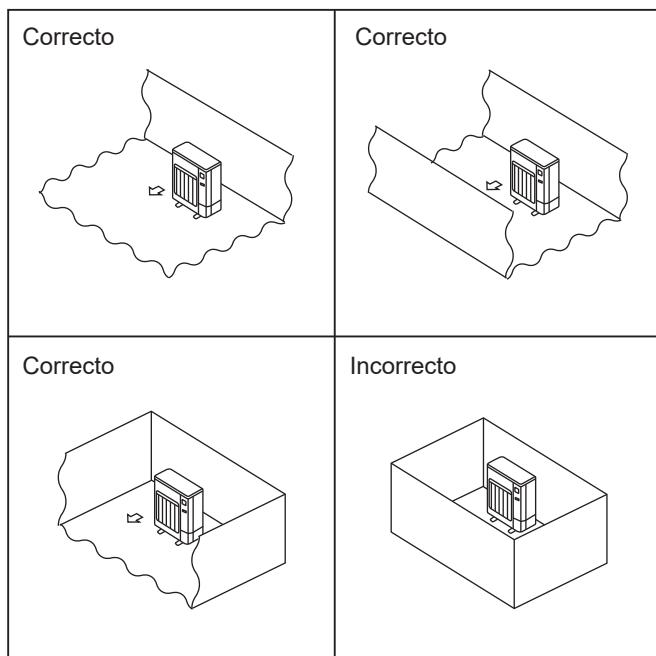

Fig. 2-1
- ◎ Instale as unidades exteriores num local onde, pelo menos, uma das quatro laterais seja aberta e cujo espaço seja suficientemente amplo e não tenha depressões. (Fig. 2-1)